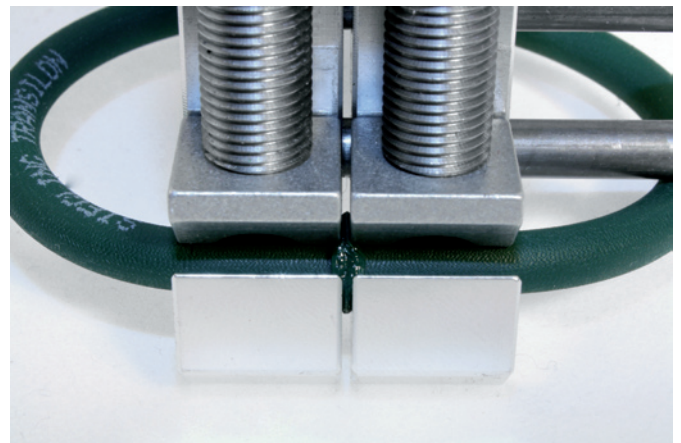

Abb. 14
- 14 Geschweißte Verbindung ca. 3 Minuten abkühlen lassen (Abb. 14) (ab 8 mm \varnothing mit kaltem Wasser unterstützen).